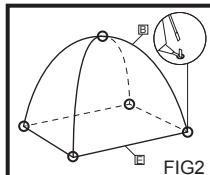

FIG2
- Zet de binnentent <E> rechtop en duw de einden van de palen in de staafjizers aan elke kant van de binnentent <E>. (FIG2)
- Bevestig het dak van de binnentent <E> op het paalkruispunt met de vastgenaaide touwen. (FIG2)